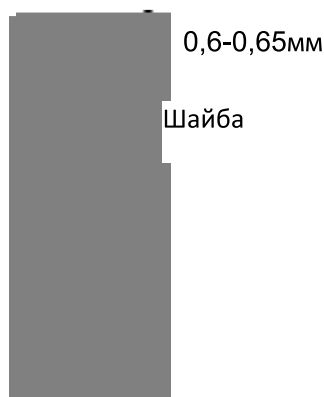

Рис.7
- Измерьте зазор между электродами свечи специальным щупом. Зазор должен быть 0,6-0,65 мм. (Рис.7) При увеличении или уменьшении требуемого зазора рекомендуется заменить свечу, так как регулировка зазора может привести к изменению качества искрообразования.